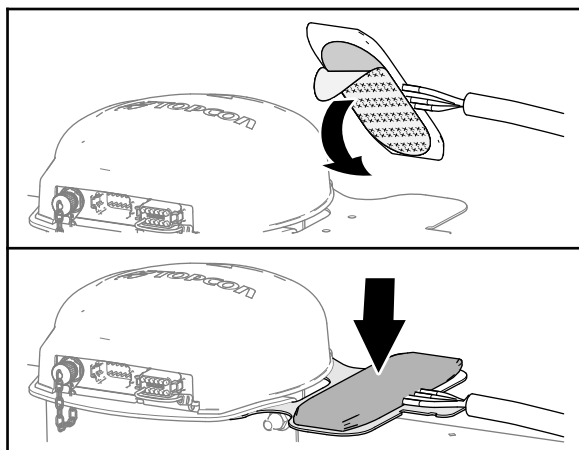

Рисунок 126
2. Снимите защитную пленку с двусторонней обложки с клеящим покрытием в нижней части антенны модема (Рисунок 126).
3. Прикрепите антенну модема к верхней части ее кронштейна, как показано на Рисунок 126.